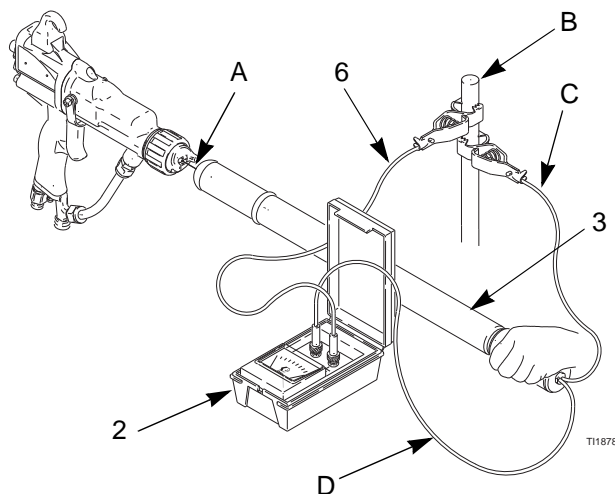

Abb. 1. Testen der Pistole während des Betriebs
1. Die rote Leitung (D) des Messfühlers an das kV-Messgerät (2) und die grüne/gelbe Erdungsleitung (C) an eine Erde (B) anschließen. Siehe ABB. 1.
2. Die grüne/gelbe Erdungsleitung (6) des kV-Messgeräts zwischen dem Masseanschluss am kV-Messgerät (2) und der Erde (B) anschließen.
3. Griff des Messfühlers (3) festhalten und mit der Messfühlerspitze die Elektrode der Spritzpistole (A) berühren. Spitze des Messfühlers leicht verschieben, bis der maximale kV-Wert erreicht ist. Berühren Sie bei ProBell das Ende der Sonde mit der Metallabdeckung der Luftklappe.
4. Lesen Sie die Spannung am kV-Messgerät ab (2). Siehe Tabelle 1 für Ihr Pistolen-Modell.